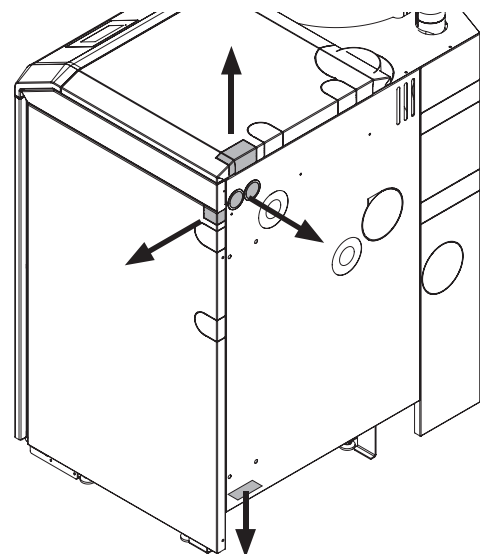

Fig. 122 Passacavi nel rivestimento di BioWIN2 Hybrid – vista dal retro
- Il collegamento alle morsettiere (morsetti senza viti con molla a gabbia) deve avvenire per mezzo di cavi flessibili in PVC a fili sottili. I cavi possono essere posati dall'alto, dal basso, da destra e da dietro attraverso i passaggi cavo prepunzonati (Fig. 122).
- ▶ Fare attenzione a posare separati il cavo a bassissima tensione (0–12 VDC) e il cavo a bassa tensione (230 VAC)! Posare i cavi negli appositi guidacavi – Fig. 122.